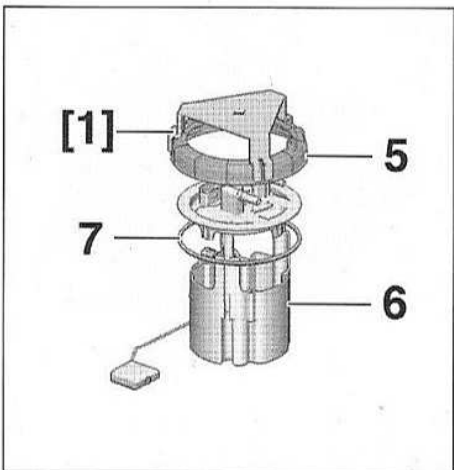

FIG.45
- Déposer (Fig.45) :
- la bague-écrou (5) à l'aide de l'outil [1],
- la jauge à carburant (6).
- Reposer immédiatement la bague-écrou (5) sur le réservoir afin d'éviter la déformation du puits de jauge.